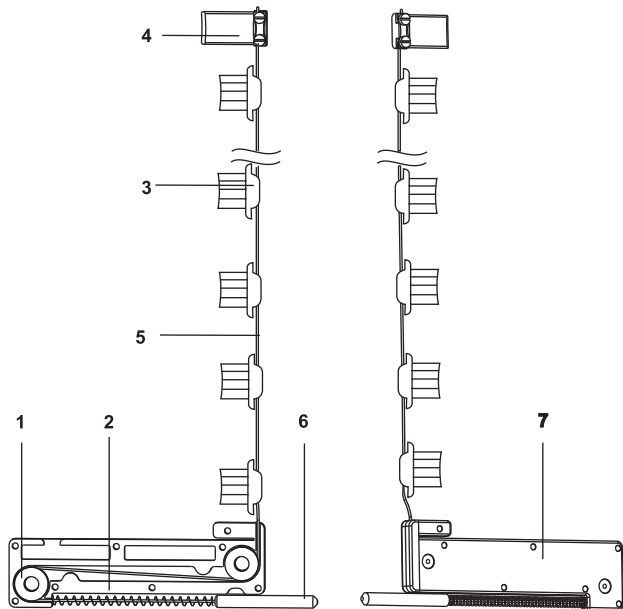
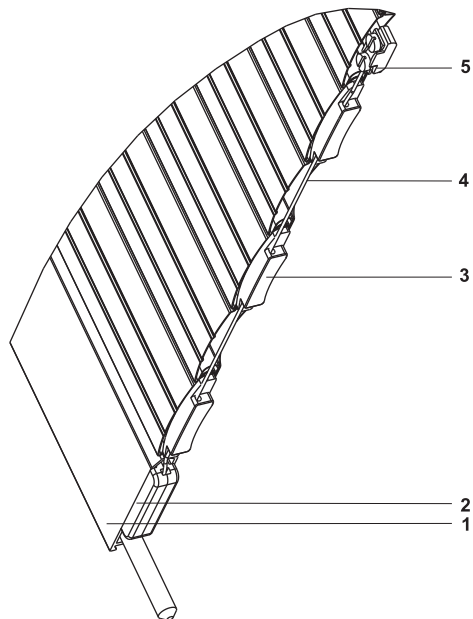

Рисунок 1.
Рисунок 2.
1. Роллетное полотно находится в крайнем нижнем положении «закрыто»: ламели полностью сомкнуты, тяговый трос (5, рис.1) натянут. При этом ось (6, рис.1) фиксирующего механизма (2, рис.2) находится в отверстии направляющей шины, фиксируя полотно в положении «закрыто».
2. Роллетное полотно поднимается с помощью привода. При первых оборотах вала концевая ламель остается в неподвижном состоянии, в то время как иные ламели начинают последовательно перемещаться вверх, образуя конструктивный зазор между собой. Полотно «растягивается». Тяговый трос (5, рис.1), закрепленный к промежуточной ламели, вытягивает фиксирующую ось (6, рис.1) из отверстия. Полотно разблокировано.
Роллетное полотно опускается с помощью привода: концевая ламель достигает крайнего нижнего положения. При этом конструктивный зазор между ламелями выбирается. Полотно «смыкается». Натяжение троса (5, рис.1) ослабевает, и под действием пружины (2, рис.1) фиксирующего механизма ось (6, рис.1) выталкивается в отверстие в направляющей шине. Полотно заблокировано.
1. Установить фиксирующий механизм (2, рис.2) в концевую ламель.
2. Определить промежуточную ламель для установки клина (4, рис.1) с фиксирующей пластиной. Порядковый номер ламели для крепления клина определяется в зависимости от типа профиля. Отсчет осуществляется от концевой ламели, при этом концевая ламель не учитывается.
4. Установить боковые замки с отверстиями для троса (3, рис.1), начиная от ламели, следующей за концевой, до ламели, на которой закреплен клин с фиксирующей пластиной (4, рис.1).
7. Протянуть трос (5, рис.1) через отверстия боковых замков (3, рис.1), завести его под фиксирующую пластину (4, рис.1), натянуть трос и затянуть винты крепления (4, рис.1).
8. Проверить работоспособность замка, растянув полотно. Фиксирующая ось (6, рис.1) замка должна сместиться и занять положение, примерно, заподлицо с пластиковым корпусом фиксирующего механизма (2, рис.2). При необходимости, обрезать лишнюю часть троса.